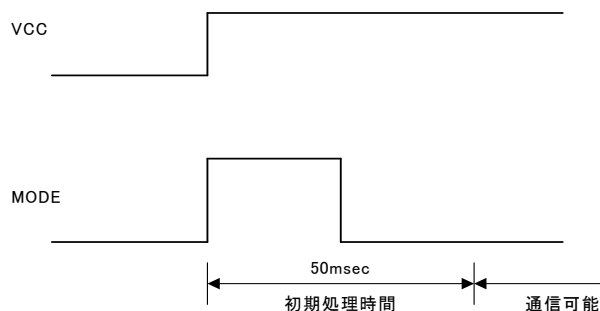

図 5 電源投入時の初期化タイミング
- 2) UARTインタフェース通信の受信および無線通信の受信については、電源投入の約 50msec後のタイミングで可能になります。このときMODE信号はLOW出力されます(図 5)。